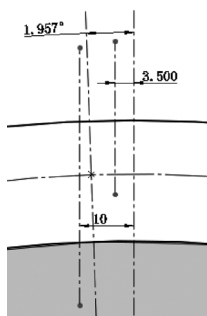

图 8-32 绘制中心线
⑥ 绘制点。选择菜单栏中的“工具”→“草图绘制实体”→“点”命令，或单击“草图”控制面板中的“点”按钮，在分度圆和与通过原点的竖直中心线成 1.957° 的中心线的交点上绘制一点。
⑦ 绘制中心线。选择菜单栏中的“工具”→“草图绘制实体”→“中心线”命令，或单击“草图”控制面板中的“中心线”按钮，分别在分度圆和与通过原点的竖直中心线成 1.957° 的中心线两侧绘制两条竖直中心线，并标注尺寸，如图 8-32 所示。